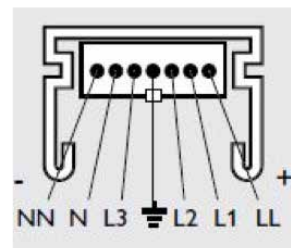

Figure 1
- Faites une connexion entre NN et N (voir figure 1) sur le connecteur du chemin lumineux.